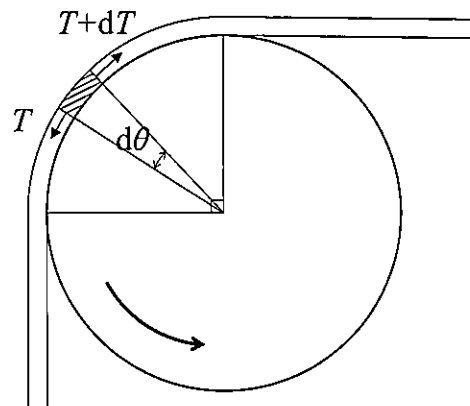

図 10-2
(1) 図 10-2 に示す角 $d\theta$ の微小要素を考える。微小要素では、ベルトの張力 T 、 $T+dT$ 、および平ベルトとプーリの接触面の摩擦力がつり合っている。微小要素における力のつり合いを求めよ。ただし、平ベルトとプーリの接触面の摩擦係数を μ_1 とする。
(2) L と M を用いて摩擦係数 μ_1 を推定せよ。